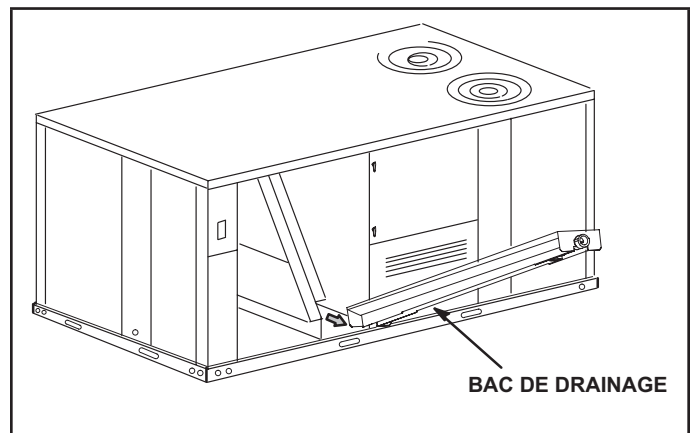

FIGURE 8
- 5 - Soulevez le bord avant du bac de drainage (pour passer au-dessus de l'obturateur de drainage inférieur) et faites glisser le bac hors de l'appareil. Reportez-vous à la FIGURE 8.